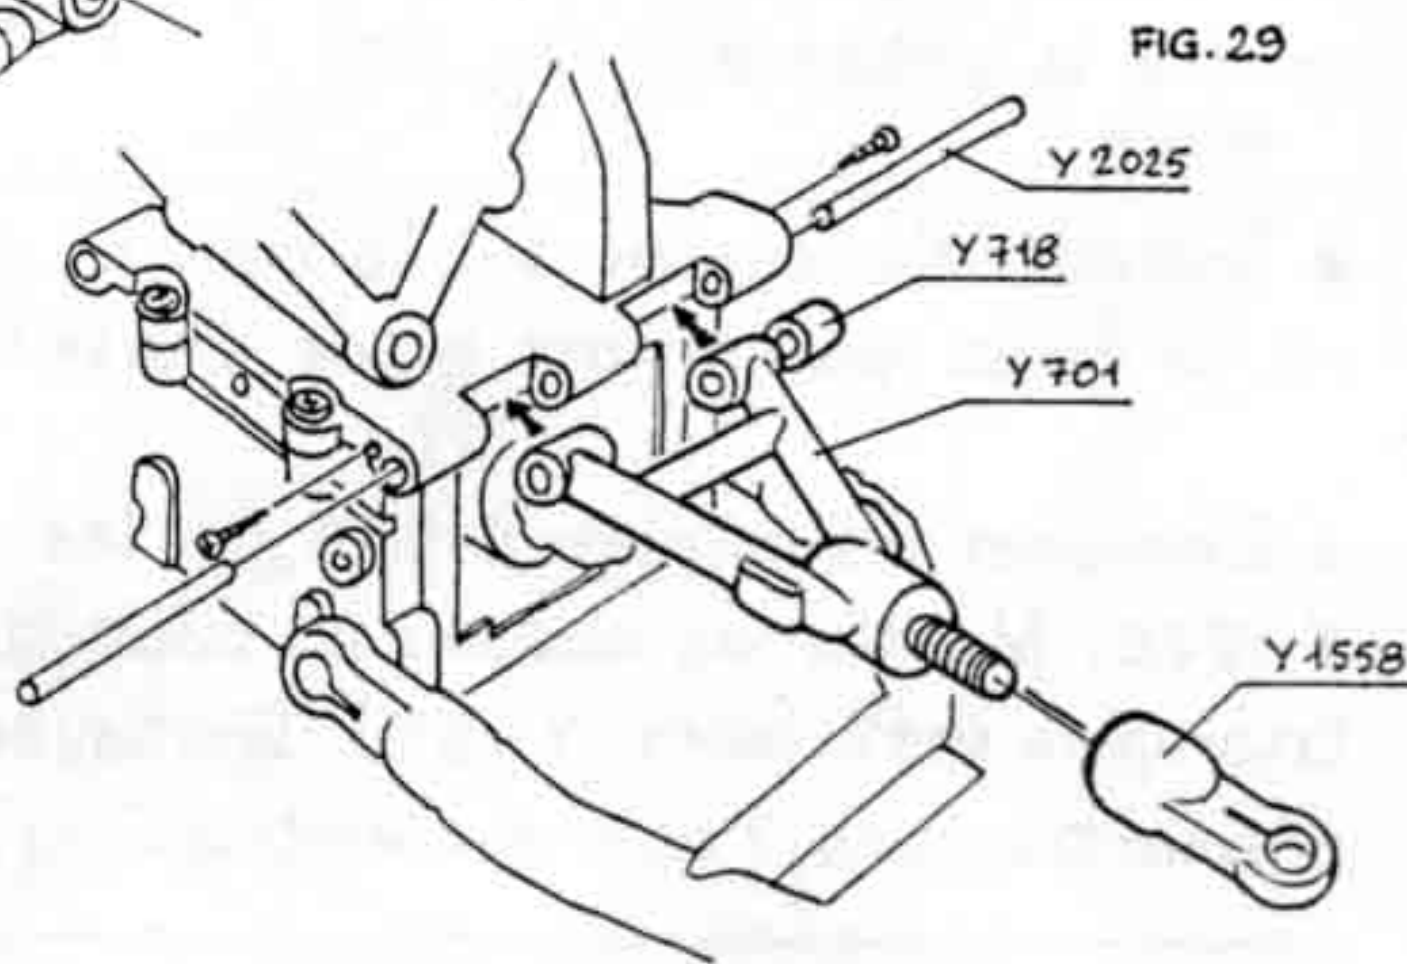

FIG. 29
• Installer les triangles supérieurs en veillant à placer la bague Y718 vers l'avant (Fig 29)